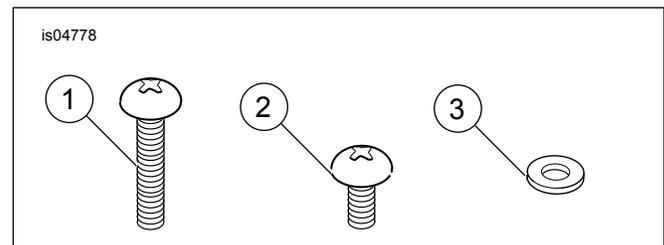

Abbildung 1. Ersatzteile: Schaltergehäuse-Befestigungsteilesatz
Siehe Abbildung 1 und Tabelle 1.
3. Siehe Abbildung 1. Für die oberen und unteren Schellen des Kupplungshebel- und des Vorderradbremshebelgehäuses sind die Schrauben (1) mit den Unterlegscheiben (3) zu verwenden. Gemäß den Angaben im entsprechenden Werkstatthandbuch anziehen.
4. Die Schrauben (2) für die Schaltergehäuse verwenden. Gemäß den Angaben im entsprechenden Werkstatthandbuch anziehen.